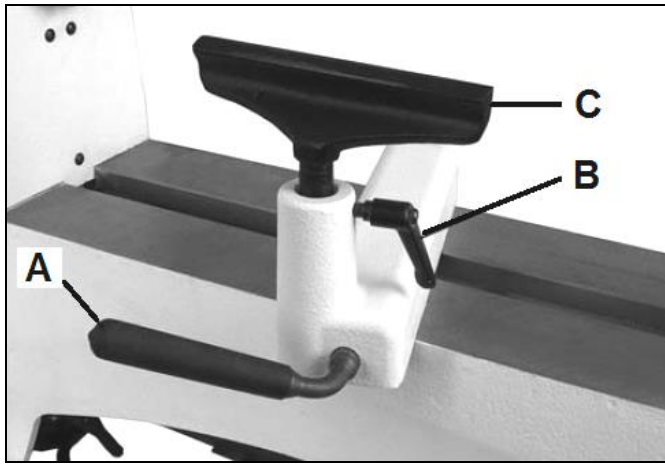

Fig 28
Stellen Sie die Handstahlaufklage (C, Fig 28) so nahe an das Werkstück als möglich und fixieren Sie die Position mit dem Hebel (A).